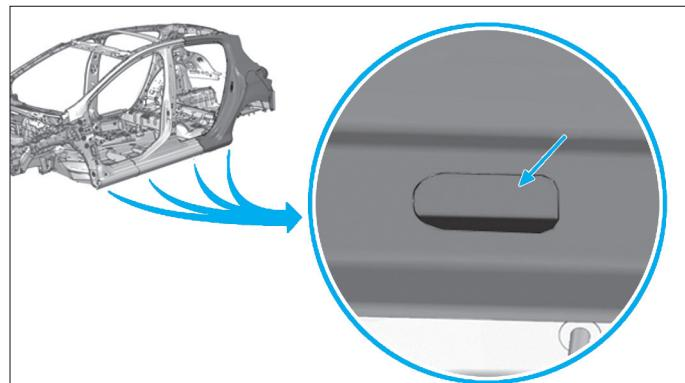

FIG. 168
- Effectuer les protections anticorrosion en prenant soin de ne pas obturer les soyages du bas de caisse (Fig.168).